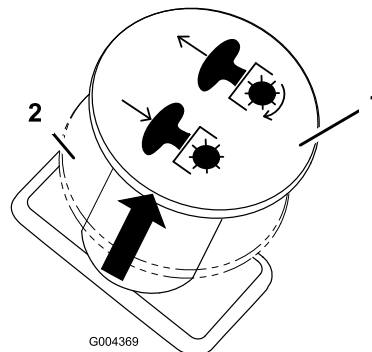

Bild 9
2. Kuppeln Sie die Messer aus, indem Sie den Zapfwellenantriebsschalter in die Aus-Stellung stellen (Bild 9).